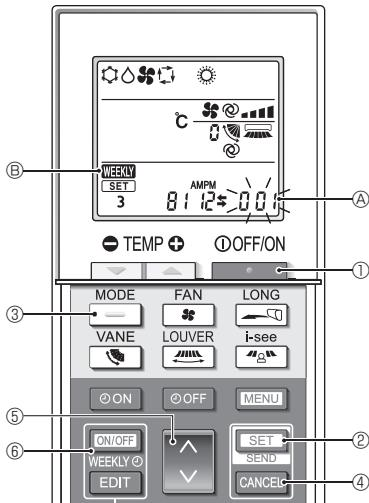

Fig. 5-12
5.12.8. Cómo desactivar el funcionamiento en modo Auto (Fig. 5-12)
1.Pulse el botón **OFF/ON** ① para detener el acondicionador de aire.
- Si el temporizador semanal está activado, pulse el botón **ON/OFF WEEKLY** ⑥ para desactivarlo. (**ON/OFF WEEKLY** ⑥ desaparece).
2.Pulse el botón **SET** ② durante 5 segundos.
3.Pulse el botón **▲▼** ④.
4.Completar los ajustes (Fig. 5-12)